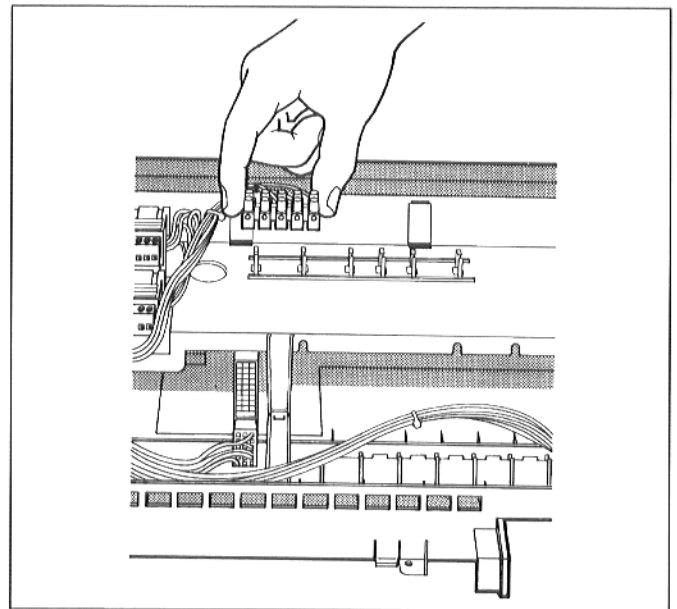

Fig. 4: Insertar los bornes
- Insertar los bornes en el portabornes (fig. 4).